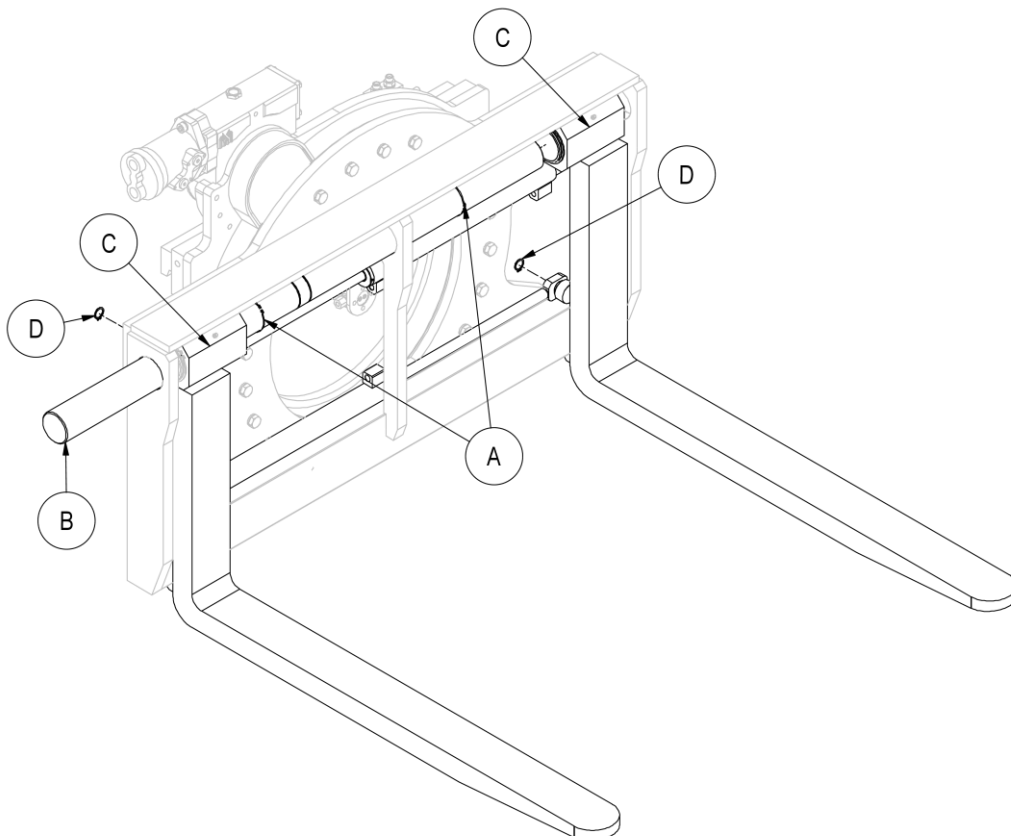

Figura 31
6. Prendere come riferimento la *Figura 31*.